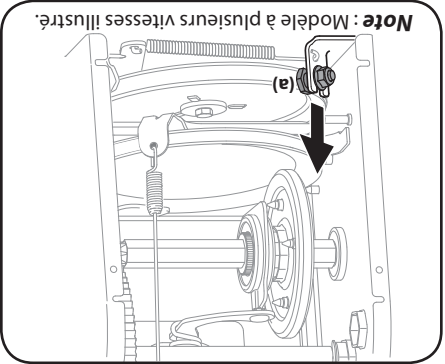

Figure 4-17
6. Desserrez et retirez la vis à épaulement (a) qui sert de guide-courroie. Voir la Figure 4-17.
NOTE : N'oubliez PAS de réinstaller la boulon à épaulement et de raccrocher le ressort sur le châssis après avoir installé la courroie de la tarière neuve. Voir la Figure 4-17.